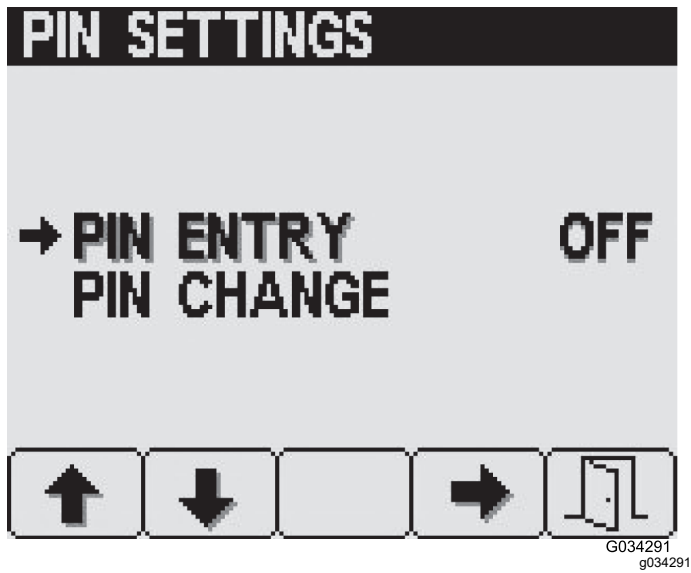

Bild 25
1. Drücken Sie Taste 1 oder 2, um die Option PIN ENTRY auszuwählen (Bild 25).